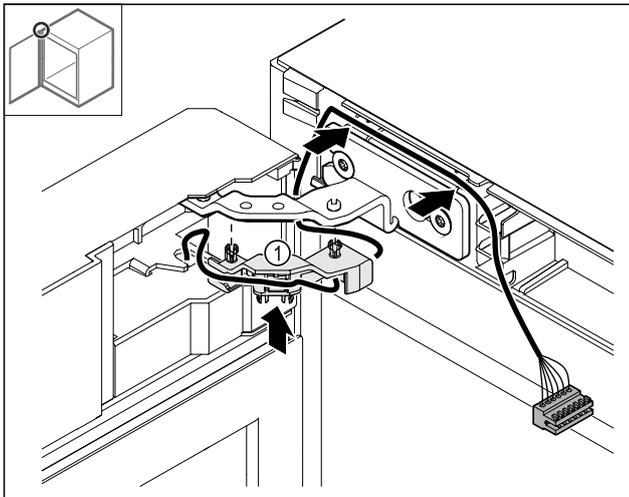

Fig. 51
- ▶ Premere il supporto del cavo Fig. 51 (1) nella cerniera.